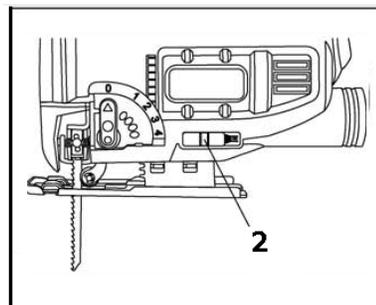

Fig. 12
Durante il normale utilizzo senza l'unità per l'estrazione della polvere collegata, l'interruttore per connettore-polvere (2) deve essere fatto scivolare verso la parte posteriore del seghetto (Fig. 12). Questo permetterà al ventilatore del motore di soffiare via la polvere in modo continuativo dalla zona di lavoro. Quando si installa l'unità estrattrice, l'interruttore deve esser fatto scivolare verso la parte frontale dell'elettrotensile. Questo posiziona il deflettore interno in modo tale da deviare la polvere di lavorazione attraverso il connettore della polvere cosicché venga aspirata dall'aspirapolvere.